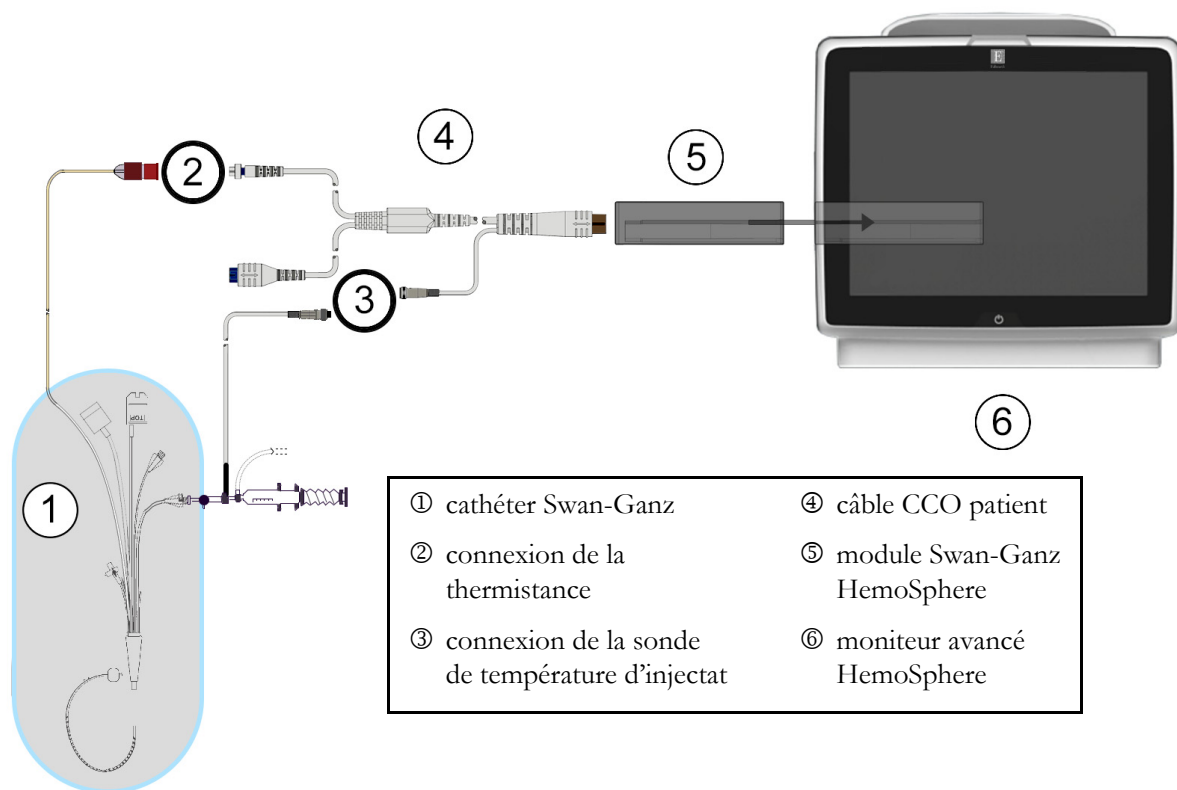

Figure 9-4 Présentation des connexions DCi
- 2 Connecter l'extrémité de cathéter du câble CCO patient au connecteur de la thermistance sur le cathéter de DCi Swan-Ganz tel qu'illustré par ② dans la figure 9-4.
Une sonde de température d'injectat capte la température de l'injectat. La sonde sélectionnée est connectée au câble CCO patient (figure 9-4). L'une ou l'autre des deux sondes suivantes peuvent s'utiliser :
Connecter la sonde de température d'injectat (en ligne ou à immersion) au connecteur de sonde de température d'injectat sur le câble CCO patient illustré par ③ dans la figure 9-4.